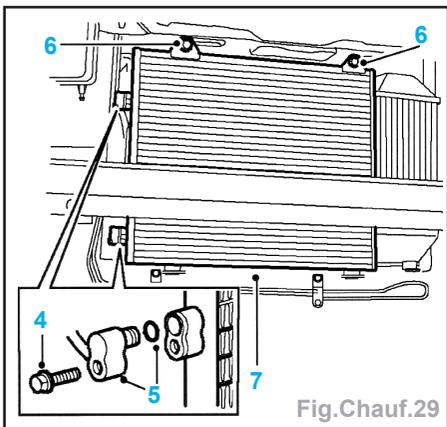

Fig. Chauf.29
- les 2 boulons (4) maintenant les tuyaux de climatisation d'air sur le condenseur (Fig.Chauf.29).